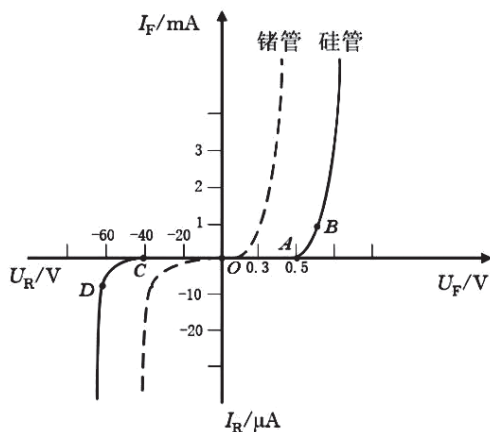

图 1-8 二极管的伏安特性曲线
二极管的伏安特性是指二极管端电压与通过的电流之间的关系。根据这一关系画出的曲线称为伏安特性曲线,如图 1-8 所示。
(1)死区电压:当二极管加上一定的正向电压时,会产生正向电流。图 1-8 中 A 点电压称为死区电压。通常,锗管约为 0.1 V ,硅管约为 0.5 V 。
(2)正向导通区:当加正向电压超过死区电压时则导通(图 1-8 中 B 点以后曲线的区域),该区为正向导通区。
(1)反向截止区:加一定反向电压时反向电流很小,图 1-8 中的 OC 段,PN 结截止。此电流称为反向饱和电流(用符号 I_S 表示)。通常,硅管为 1 微安到几十微安,锗管为几十微安到几百微安。
(2)反向击穿区:当加反向电压大于管子反向承受电压时,PN 结反向击穿。图 1-8 中反向电流在 D 点处突然增大。发生击穿时的电压称为反向击穿电压(用符号 U_{BR} 表示)。不同类型的管子,反向击穿电压值不同,通常为几十伏到几百伏,甚至数千伏。